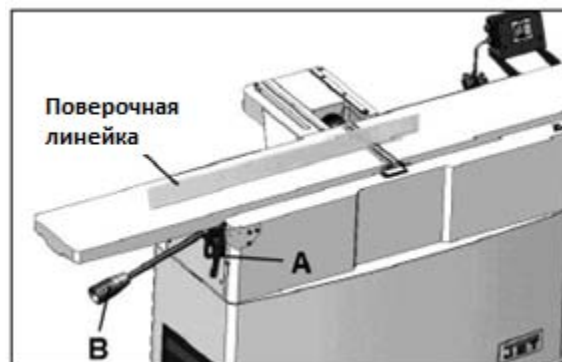

Рис. 16
4. Ослабьте ручку фиксации стола разгрузки (А, Рис. 16). С помощью подъемной рукоятки (В, Рис. 16) поднимите стол разгрузки выше строгального вала.
2. С помощью рычага (В, Рис. 16) поднимите стол разгрузки, ослабив ручку фиксации (А, Рис. 16).
3. Положите на стол разгрузки поперечную линейку так, чтобы она располагалась над центральной частью строгального вала, как показано на Рис. 16 и 17.
6. Зафиксируйте стол разгрузки на выставленной высоте, затянув ручку (А, Рис. 16).